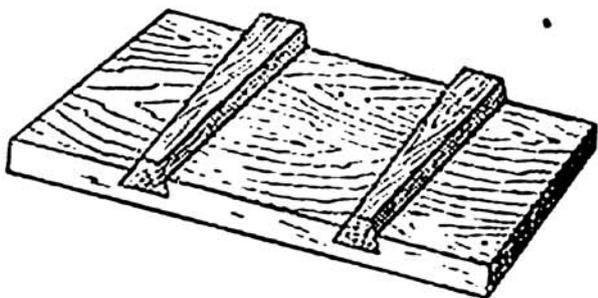

Рис. 16. Доска переплетная, деревянная
**Доски деревянные переплетные** (рис. 16) для прожимания книг или отдельных деталей переплета в прессе. Эти же доски используются для обжима книг под тяжестью груза. Длина доски равняется 35 см, ширина—25 см, толщина—3 см. Для большей прочности доски следует собирать на шпунт. Досок необходимо иметь 4—5 штук.